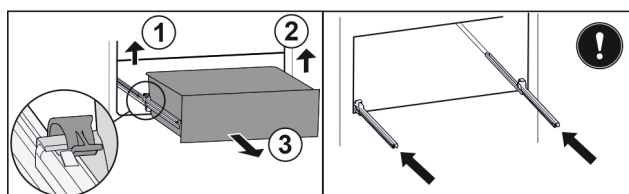

Fig. 149
- Ngrini lart kapësen e majtë dhe në të njëjtën kohë tërhiqni nga përpara sirtarin e majta. Fig. 149 (1)
- Ngrini lart kapësen e djathtë dhe në të njëjtën kohë tërhiqni nga përpara sirtarin nga e djathta. Fig. 149 (2)
- Hiqeni sirtarin nga përpara. Fig. 149 (3)